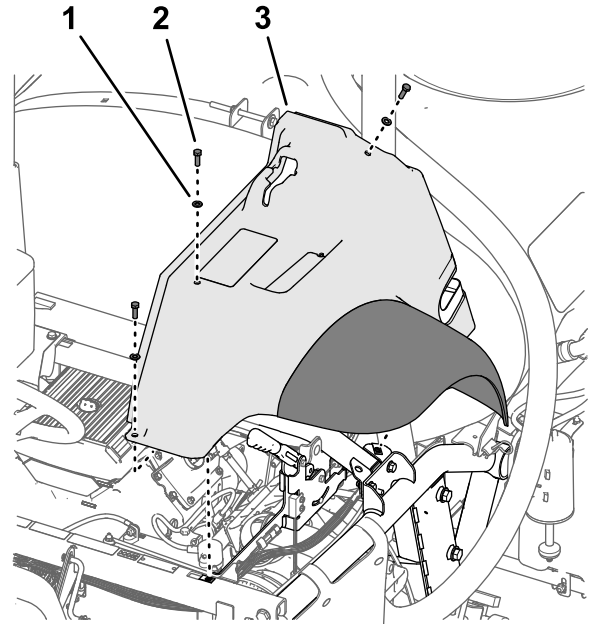

Рисунок 11
2. Удалите 3 болта (5/16 x 1 дюйм) с 3 шайбами (5/16 дюйма), которые крепят крыло к раме машины (Рисунок 11).